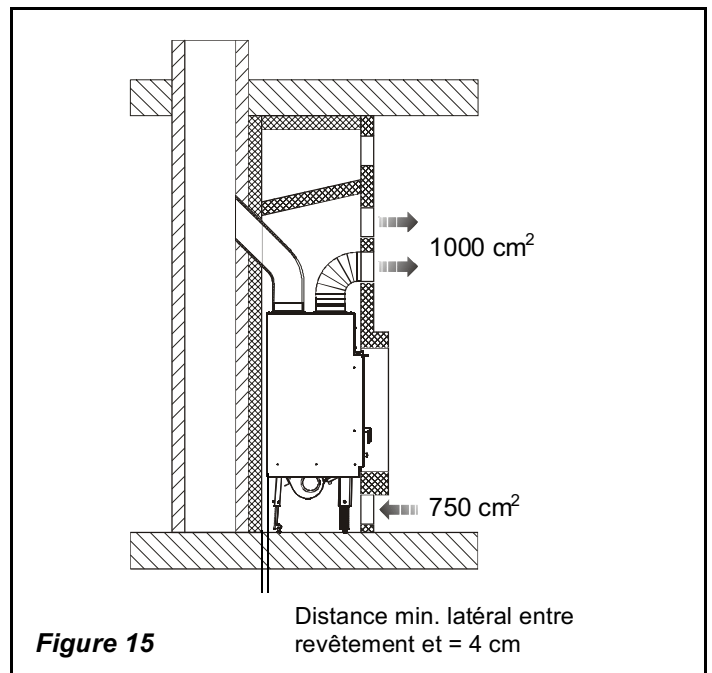
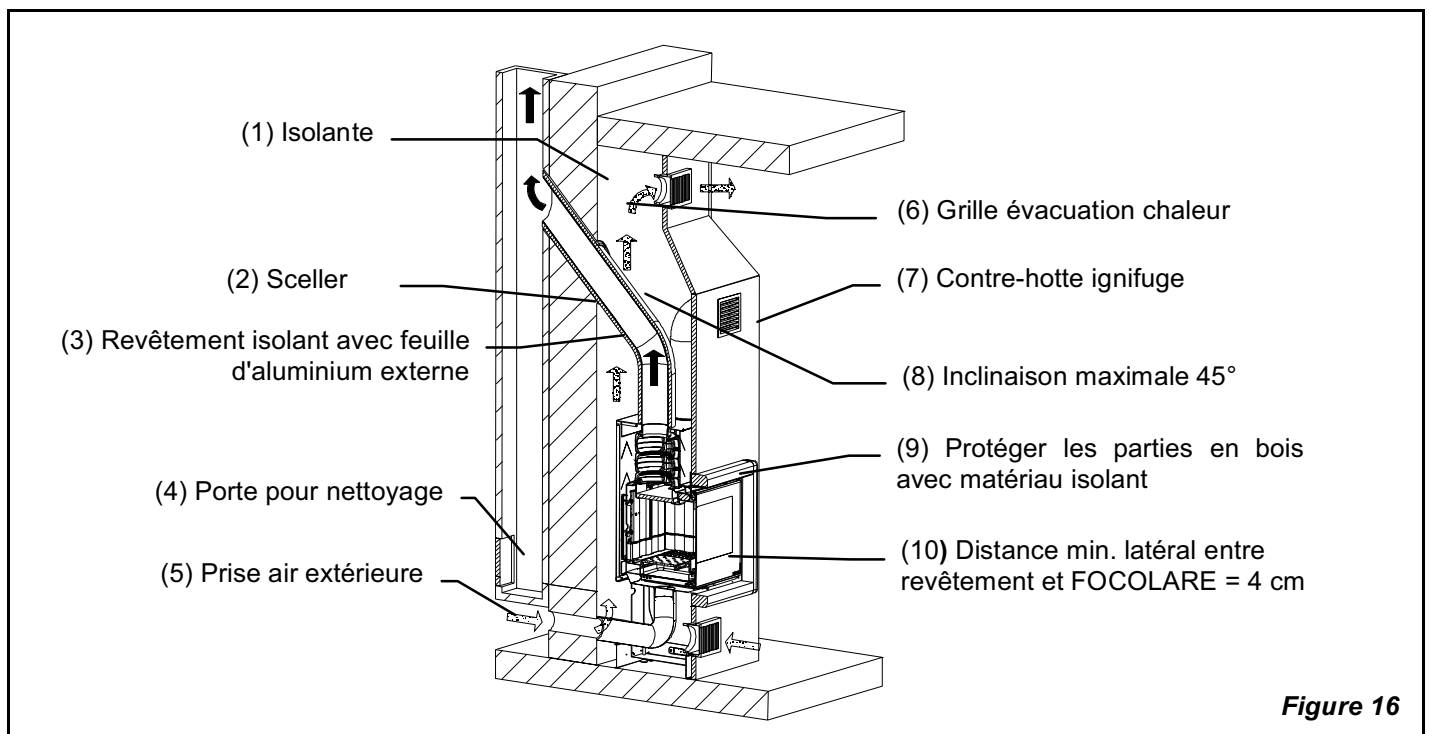

Figure 15
Figure 16
Les espaces prévus pour la circulation de l'air indiqués dans la Figure 15 – Figure 16 sont les **conditions minimales**:
La grille évacuation chaleur (Figure 16 pos. 6) se trouve sur la partie supérieure du manteau à 20 cm du plafond. Cette grille **doit être toujours installée** car sa fonction est de permettre la sortie de la chaleur accumulée dans l'ambiance (surpression).
- B – convection forcée: (v. Figure 16)